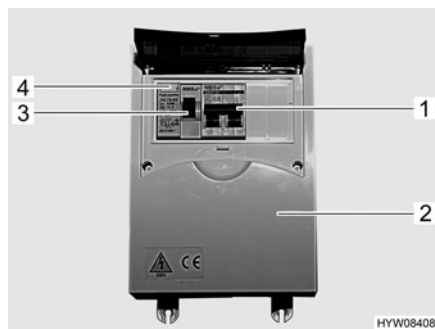

Fig. 73 Coffret de fusibles 230 V avec disjoncteur de protection de circuit et disjoncteur FI
- Couper le disjoncteur de protection de circuit (Fig. 73,1) dans le coffret de fusibles (Fig. 73,2).
- Quand le véhicule est raccordé sur l'alimentation 230 V, appuyer sur la touche de contrôle (Fig. 73,4) du disjoncteur différentiel (disjoncteur FI) (Fig. 73,3) dans le coffret de fusibles (Fig. 73,2). Le disjoncteur différentiel doit se déclencher.